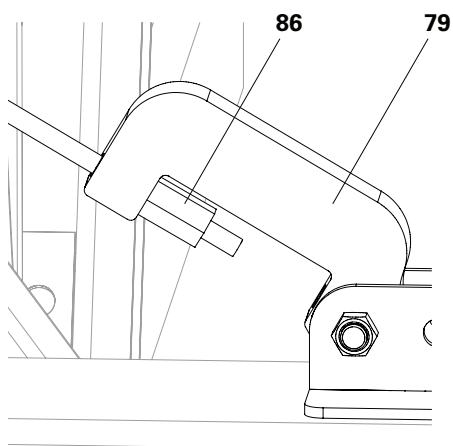

Fig. E2.01b
2. Smontare il tenditore articolato RCS (**79**). (Fig. E2.01b)